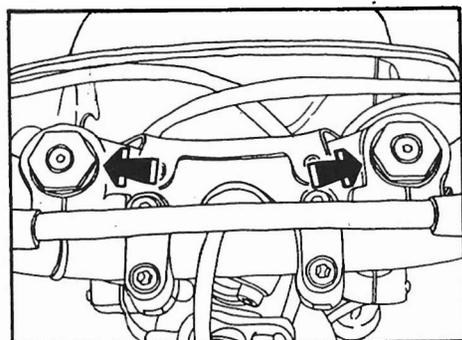

Fig. 22 - Tappi forcella.
- Smontare i tappi forcella (Fig. 22) per comodità e maggior facilità di esecuzione, prima di smontare i tappi consigliamo di smontare il manubrio e la mascherina porta faro.